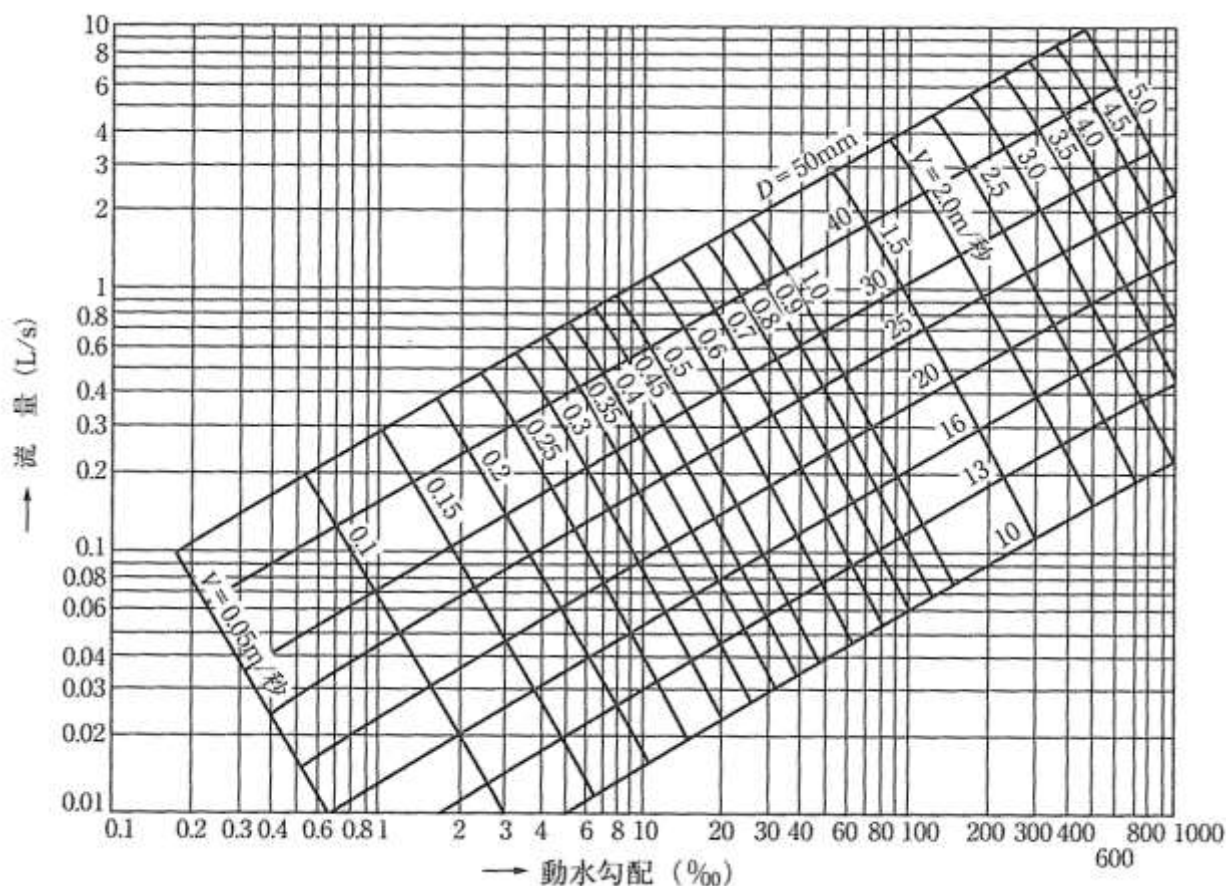

図 2.2-2 ウェストン公式流量図
- ① 50mm以下の場合は、ウェストン (Weston) 公式 (図 2.2-2 に流量図を示す) によること。